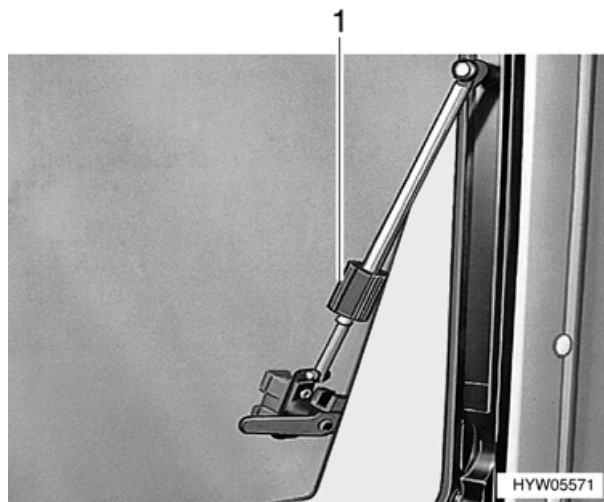

Fig. 18 Finestra apribile, aperta
- Aprire la finestra apribile fino alla posizione desiderata e fissarla mediante il pomello zigrinato (Fig. 18,1).
- Girare il pomello zigrinato (Fig. 18,1) fino a che l'arresto viene sbloccato.